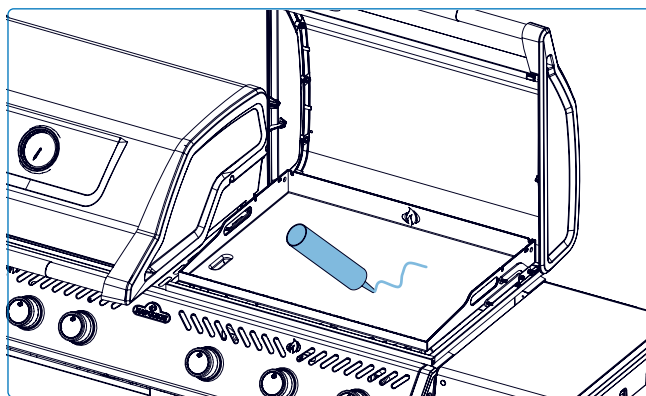

Fig. 11
5. Ajoutez 2 à 3 cuillères à soupe d'une huile neutre à point de fumée élevé au centre de la plancha (**fig. 11**).